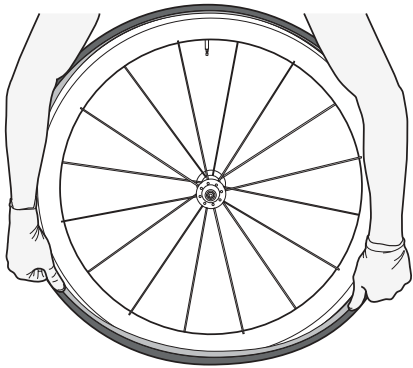

Figure 35.
7. Continuez à mettre le boyau en place en le pressant sur la jante jusqu'à ce qu'il ne reste plus qu'environ 5 à 10 cm de boyau non plaqué sur le fond de jante (Figure 35).